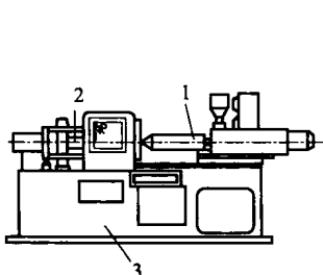

图 1-7 卧式注塑机外形结构示意
② 卧式注塑机 卧式注塑机外形结构特点是：机身外形尺寸长度大于宽和高度尺寸，它的注射部分和合模部分装置轴线，在一条直线上呈水平线排列。图 1-7 是卧式注塑机外形结构示意。这种外形结构注塑机的机身低，工作时平稳性好，工作操作和维修都比较方便，也容易实现自动化操作。目前，卧式注塑机在塑料注塑机中应用数量最多。